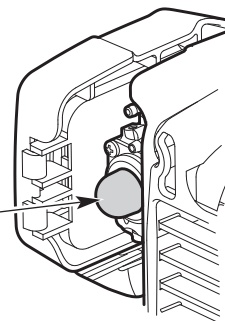

Fig. 9
1. Presione y luego suelte el bulbo del cebador lentamente **10 veces** (Fig. 9).